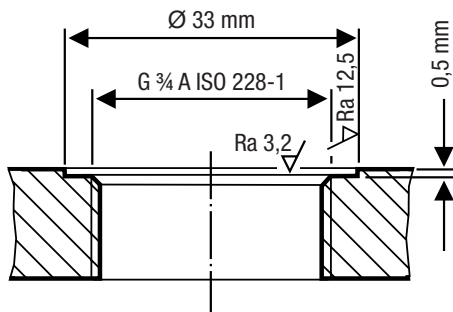

Fig. 10
- Verificare che le superfici di tenuta e la filettatura sulla caldaia o flangia di montaggio siano lavorate in modo accurato, ved. Fig. 10.
Le superfici di appoggio devono essere lavorate in modo accurato come in Fig. 10.